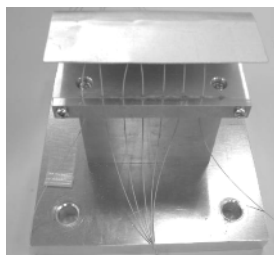
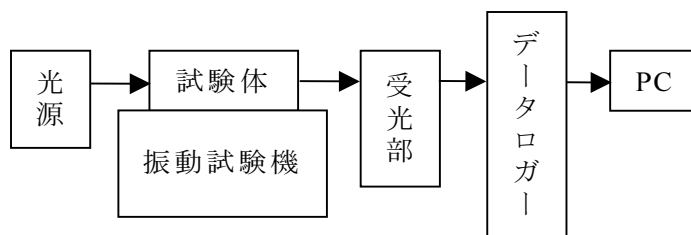

図1 光ファイバ
図2 振動試験概略
光ファイバ(以下、試験体)の試験は、8本のガラス製の試験体を同時に加振する。図1に試験体の写真、図2に試験の概略を示す。開発品は電子部品に相当するためJISC60068-2-6を行い、さらに表1に示す条件の振動耐久試験を行った。
②は図1に示すように金属板を試験体の最上部に接触するように取り付けて試験を行った。③は金属板を取り外し、接着剤で試験体を治具に固定して試験を行っ